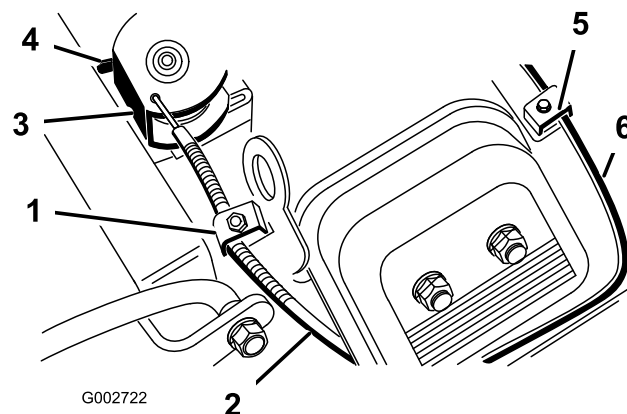

Figura 37
2. Liberte o parafuso que fixa o cabo ao motor (Figura 37).
4. Puxe o cabo do regulador até que a zona traseira da cavilha entre em contacto com o batente (Figura 37).
4. Puxe o cabo do ar (Figura 37) até que a borboleta se encontre completamente fechada e, em seguida, aperte o parafuso de fixação do cabo.